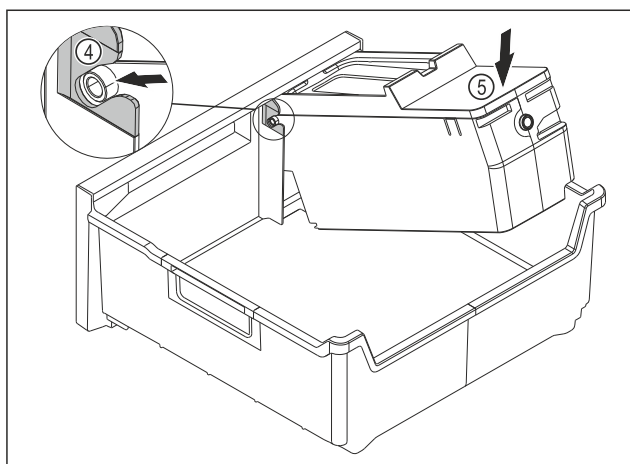

Fig. 140
- ▶ Встановіть корпус EasyTwist-Ice: Вставте осі корпусу EasyTwist-Ice в напрямні Fig. 140 (4).
- ▶ Натисніть на корпус EasyTwist-Ice Fig. 140 (5) ззаду вниз.